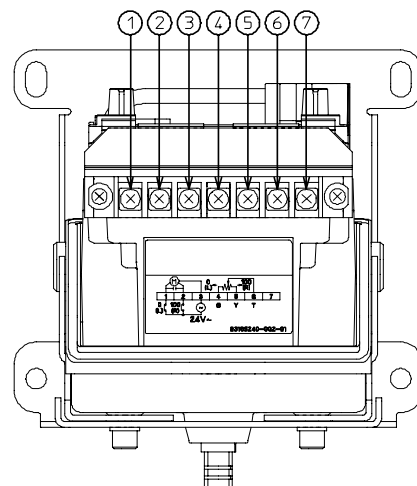
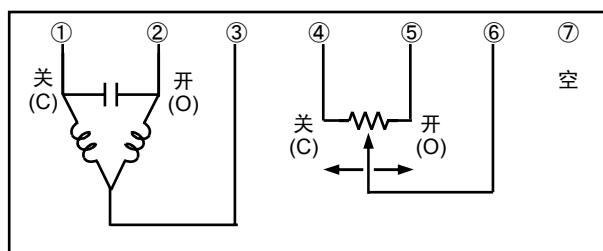

图 4 打开罩盖状态下的端子板的布局
图 10 端子图
- ④ 本产品的配线通过端子(M3.5螺丝)来连接。请参照图4端子板的布局、图10～图14的端子图以及图15～图18的配线例子进行正确连接。
- ⑤ 在配线作业后，请使用罩盖固定螺丝来固定罩盖。